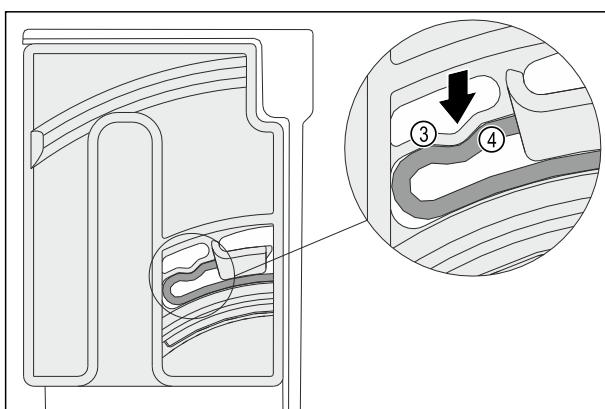

Fig. 101
- Pružný prvek *Fig. 101 (3)* otočné jednotky slyšitelně zaklapne do kulatého tvaru žebra *Fig. 101 (4)*.